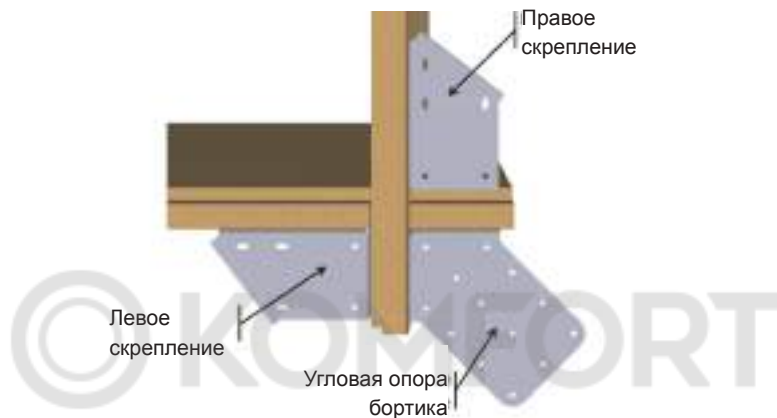

Рисунок 19 – Установка креплений поверх опорных стоек
- По углам установите четыре “правых” крепления и четыре “левых” крепления, а также четыре угловые опоры бортиков, как показано на *Рисунок 19*. Используйте 4 винта из нержавеющей стали 6 x 20 с шестигранной головкой А2 (пакет G) для каждого кронштейна и 6 винтов из нержавеющей стали 6 x 20 с шестигранной головкой А2 (пакет G) для каждого крепления; в общей сложности 64 винта.